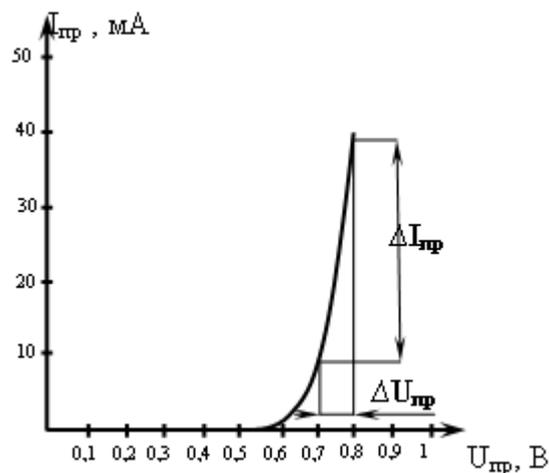

Рис.5. ВАХ стабилизатора при прямом включении
2. На линейном участке прямой ветви ВАХ построить характеристические треугольники (см. рис.5.) и определить крутизну S мА/В стабилизатора: